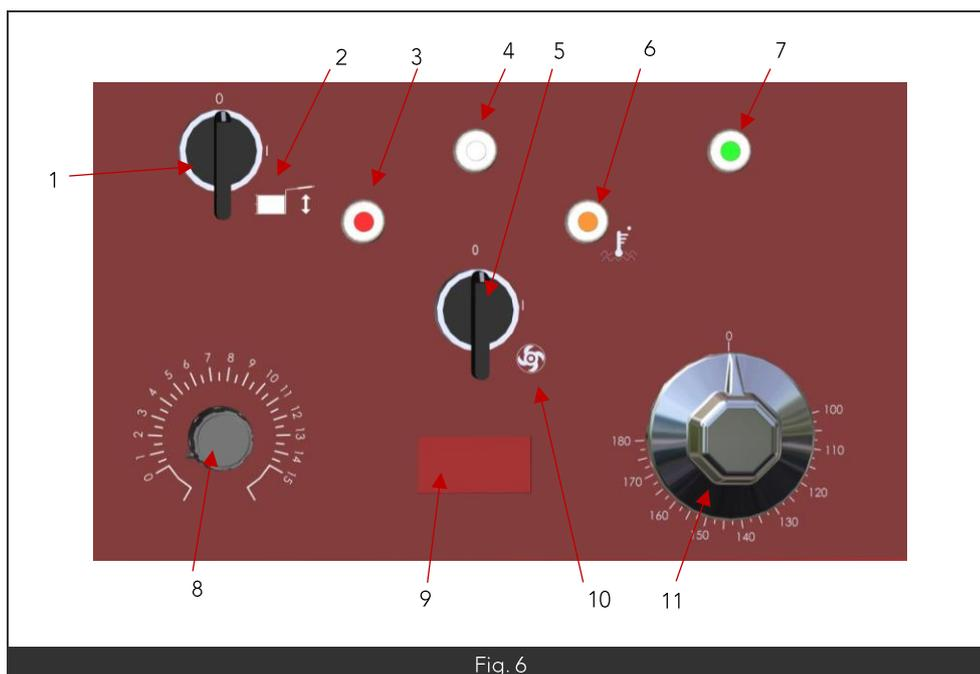

Fig. 6
- L'appareil étant sous tension le voyant blanc est allumé (Fig6 Rep4)
- Mettre le commutateur sur la position marche (Fig6 Rep1)
- Sélectionner la température désirée en agissant sur le bouton du thermostat (Fig6 Rep11), le voyant vert s'allume (Fig6 Rep7) l'appareil est en chauffe.
- Mettre le commutateur sur la position « 1 » (Fig6 Rep2).
- L'affichage se fait sur le lexan (Fig6 Rep9) et la température se règle avec le potentiomètre (Fig6 Rep8)
- Lorsque vous avez sélectionné votre température le voyant vert s'allume. (Fig6 Rep7).
- Mettre le commutateur de la pompe en position marche (Fig6 Rep5)
- Le voyant rouge s'allume (Fig6 Rep3).
- Agir sur le commutateur position réarmement (Fig6 Rep10).